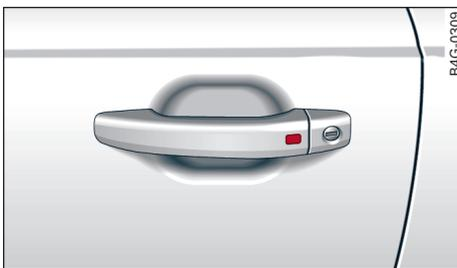

图 23 车门把手：给汽车上锁
- ▶ 要将汽车锁止时，请关闭车门并触摸一次车门拉手中的感应器 ⇨ 图 23、⇨ 。不要抓住车门拉手。